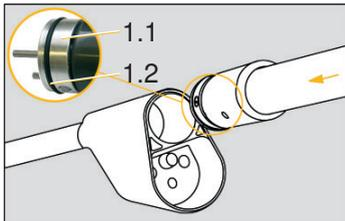

Abb. 1
- Schieben Sie die Betätigungsstange inkl. Batteriedeckel vorsichtig bis Anschlag ins Kopfteil (Seite 20 / Abb. 1).